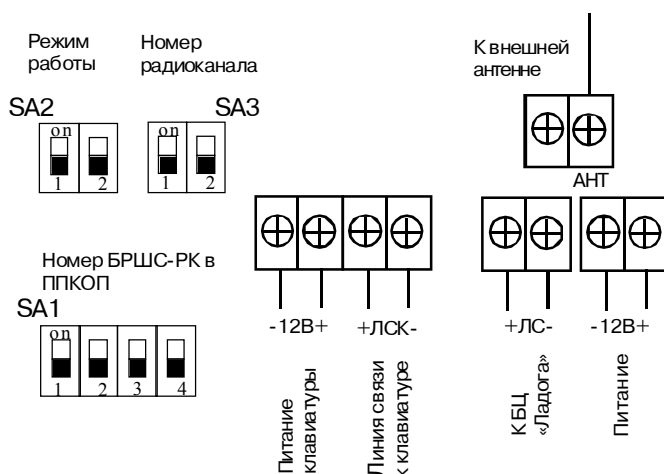

Рис. 29 Схема подключения БРШС-РК
- выполните необходимые подключения согласно рис.29;
Подключение БРШС-РК производится согласно рис.29. Подача питания БРШС-РК осуществляется от блока центрального «Ладога БЦ» или от отдельного источника питания 12 В.
- подключите клавиатуру «Ладога КВ-М» к БРШС-РК к клеммам питания клавиатуры «-12В», «+12В» и линии связи с клавиатурой «+ЛСК», «-ЛСК» согласно рис. 29
- подключите БРШС-РК к ЛС блока центрального «Ладога БЦ», используя клеммы «+ЛС», «-ЛС», согласно рис. 29